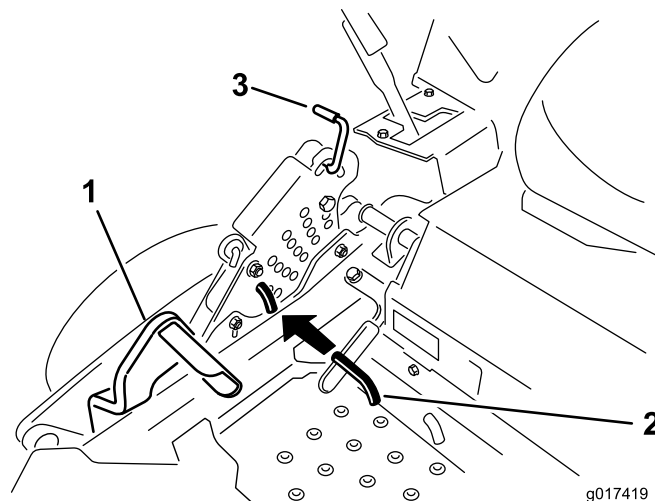

Figure 24
2. Appuyez sur la pédale de relevage du plateau de coupe avec le pied et relevez le plateau en position de transport (qui est aussi la position de hauteur de coupe de 140 mm) (Figure 24).
3. Pour changer de hauteur de coupe, tournez la goupille de 90 degrés retirez-la du support de hauteur de coupe (Figure 24).
4. Placez l'axe de chape dans le trou du support correspondant à la hauteur de coupe voulue (Figure 24).